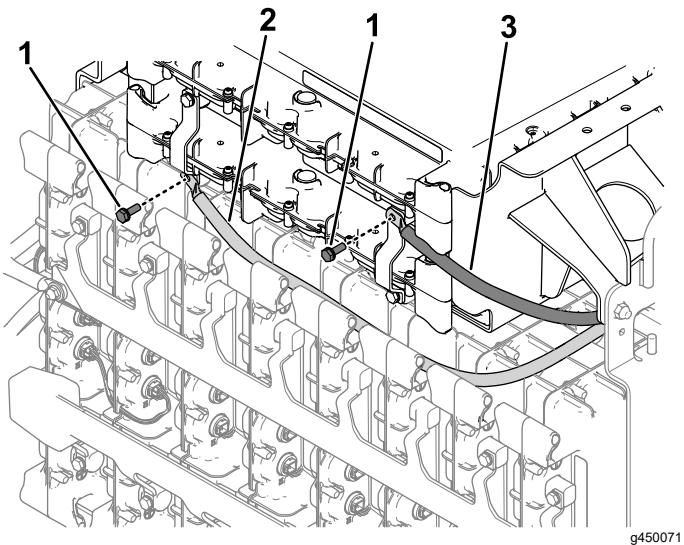
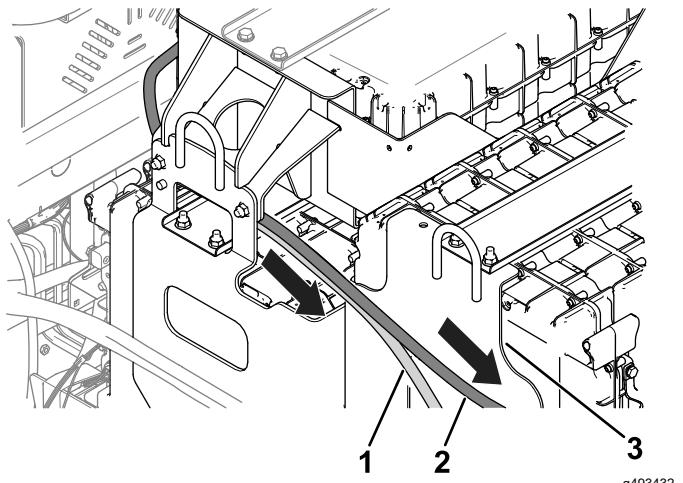

Figure 4
Figure 5
- Utilisez 2 boulons à tête hexagonale ($\frac{1}{4}$ ") pour connecter les câbles rouges et noirs des batteries aux barres omnibus que vous avez installées à l'opération précédente (Figure 4).
- Assurez-vous que les barres omnibus sont parfaitement en place et serrez les boulons à tête hexagonale (Figure 3 et Figure 4) à 11 N·m.
- Acheminez les câbles des batteries vers le support de batteries arrière, comme montré à la Figure 4 et la Figure 5.